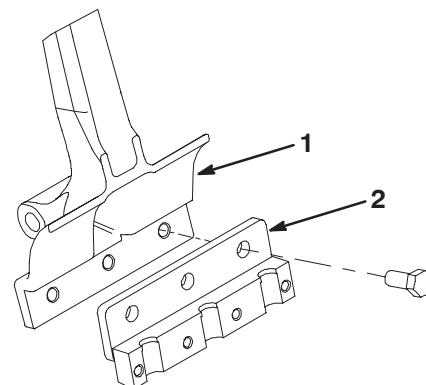

Bild 23
2. Befestigen Sie einen Stachelhalter mit drei 1/2 x 1–1/4 Zoll Kopfschrauben an jedem Stachelarm (Bild 23). Ziehen Sie die Kopfschrauben mit 101 Nm an. (Kopfschrauben liegen den Stachelhalterungen bei)